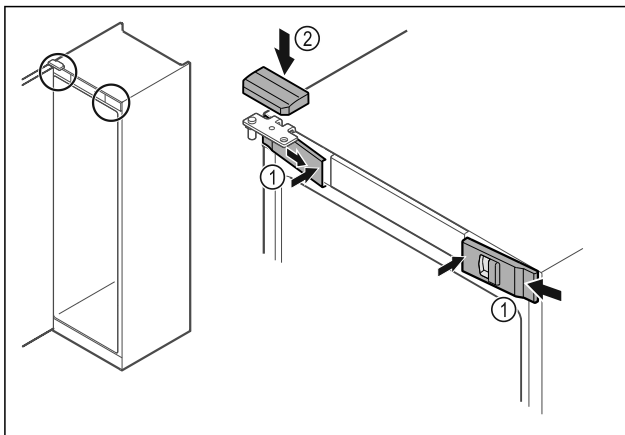

Fig. 55
- Haakige eesmised katted Fig. 55 (1) küljel külge ja fikseerige seest.
- Haakige ülemine kate Fig. 55 (2) ülalt lahti.